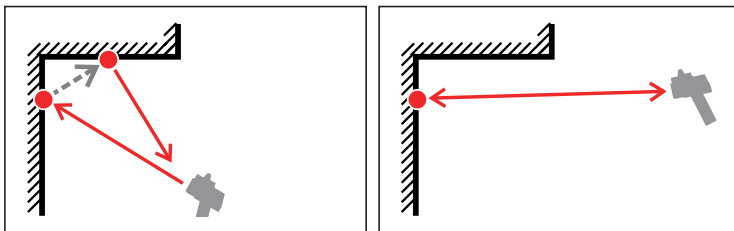

Fig. 18: Source d'erreur lors de la mesure (3)
- Le faisceau laser génère plusieurs points de réflexion sur la surface de réflexion, par exemple pour les surfaces incurvées ou dans les coins (fig. 18).